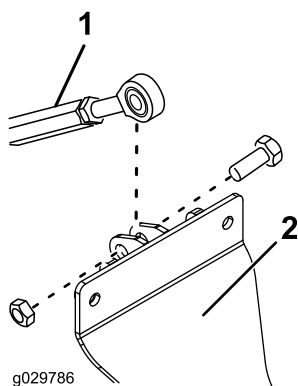

Figure 5
6. Fixez le côté tige de la biellette filetée au support de vérin à l'aide d'un boulon (1/2" x 1½") et d'un contre-écrou (1/2"), comme montré à la Figure 5.